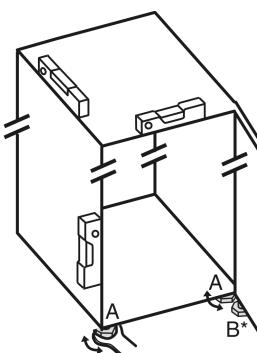

Fig. 4
- Stellfuße Fig. 4 (A) mit beiliegendem Gabelschlüssel und mit Hilfe einer Wasserwaage herausdrehen, bis das Gerät fest und ebenstehend ausgerichtet ist.
- Stellfuß Fig. 4 (B) am Lagerbock mit beiliegendem Gabelschlüssel herausdrehen, bis er auf dem Boden aufliegt.
- Stellfuß Fig. 4 (B) um 90° weiter drehen.